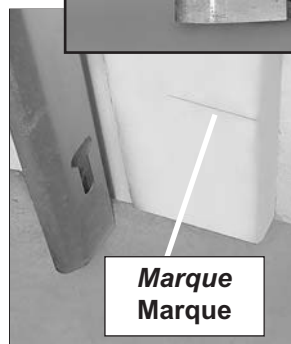

FIG. 4-1 **Marque el marco de la puerta.**
- Marque ambos lados del marco de la puerta del garaje o pared no más de 6" y no menos de 5" arriba del piso (**Fig. 4-1**).
- Tracer un repère sur les deux côtés de la charpente de la porte de garage ou sur le mur à une hauteur de 15 cm maximum et de 12,5 cm minimum au dessus du sol (**Fig. 4-1**).